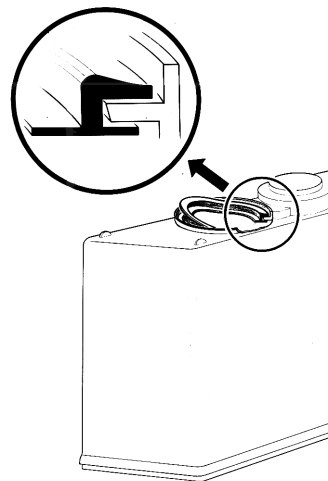

figura 9
- 3 - Rimontare la guarnizione di tenuta del contenitore nella sua sede, in modo che la corona di maggiore spessore risulti esterna al contenitore stesso (vedere figura 9).